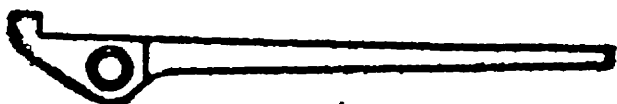

Рис. 17. Спусковой рычаг.
**Спусковой** рычаг (рис. 17) служит для